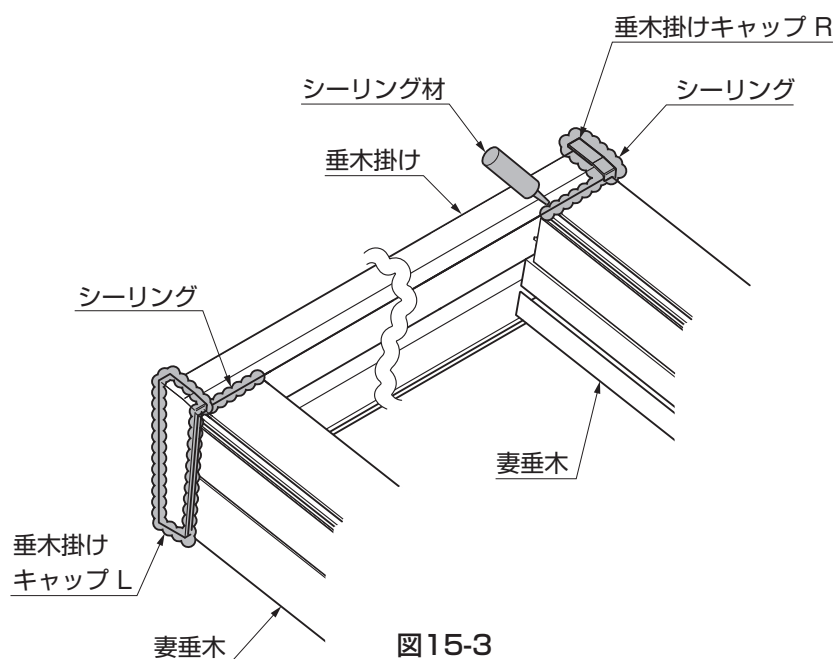

図15-3
③垂木掛けキャップのまわりに、シーリングをしてください。(図15-3参照)